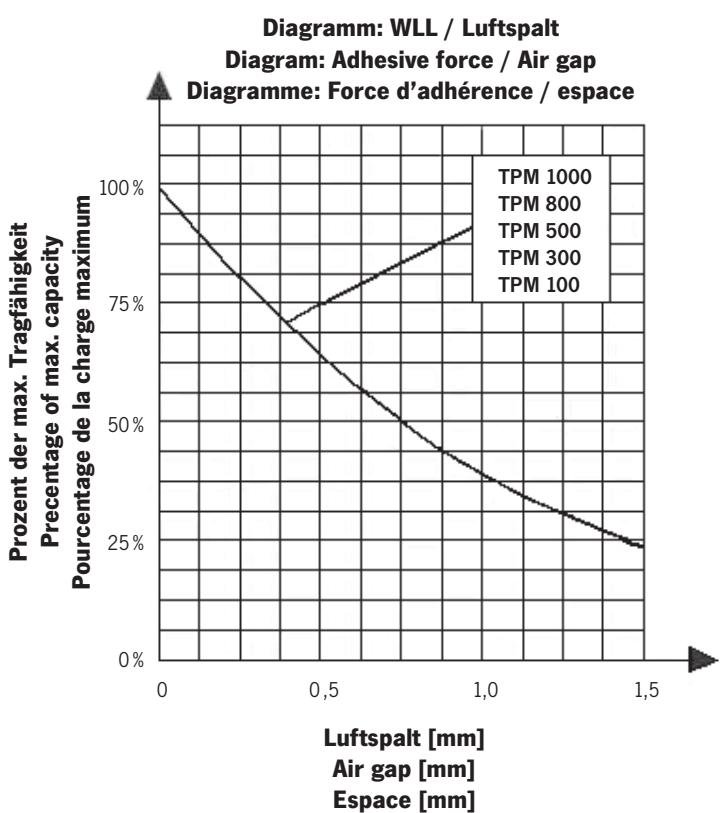

Fig. 3
Attention: Any gap resp. any obstacle between load surface and pole pieces of the magnet will lead to a reduction of capacity (also refer to air gap in Fig. 3).
- Refer to Fig. 3 and observe the air gap which has possibly resulted from coatings or other obstacles.
- Round material, pipes, stainless steel and castings will cause capacity reduction which must be taken into consideration (Fig. 3, 4, table 1, 2).
an air gap and material (Fig. 3, 4, table 1, 2).
- Le facteur de réduction de la charge maximale est indiqué sur les deux tableaux des fig. 3 et 4 et au tableau 1 et 2.
- ATTENTION:** Des préconisations spécifiques doivent être impérativement appliquées selon la forme et le matériau de la pièce (se référer à la Fig. 3 et 4 et au tableau 1 et 2).
- ATTENTION:** Un espace ou un obstacle entre la surface aimantée et la pièce mènera à une réduction de capacité (référez-vous au diagramme force d'adhérence Fig. 3).
- Pour connaître la charge maximum utile en fonction de votre utilisation, référez-vous au diagramme force d'adhérence (Fig. 3) qui spécifie la charge maximum utile en fonction de l'espace entre la pièce et la surface aimantée.
- L'utilisation de l'aimant avec des pièces cylindriques, des tuyaux, de l'acier inoxydable et de la fonte causera une réduction de la charge maximum utile de l'appareil, qui doit être prise en compte (se référer à la Fig. 3 et 4 et au tableau 1 et 2).
ATTENTION: Vérifier que le contact entre la charge et l'aimant est correct et n'oublier pas de prendre en compte la réduction de charge maximum utile de l'appareil en fonction de l'espace entre la surface à aimanté et la partie utile de l'aimant (Fig. 3 et 4, tableau 1 et 2).